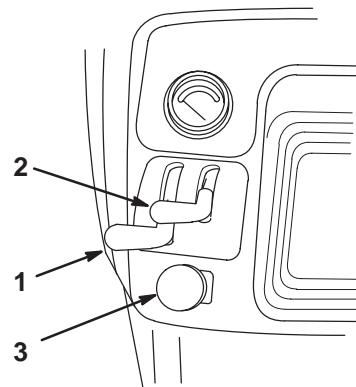

Figure 13
3. Placez la commande de PdF en position Hors service (Fig. 13).
4. Placez la commande de starter en position En service (si le moteur est froid) (Fig. 13 et 14).
5. Réglez la manette d'accélérateur à mi-course vers le régime maximum (Fig. 13 et 14).
8. Lorsque le moteur a démarré, amenez progressivement la manette de starter en position Hors service (Fig. 13 et 14).
1. Réglez la manette d'accélérateur en position de ralenti (Fig. 13 et 14).